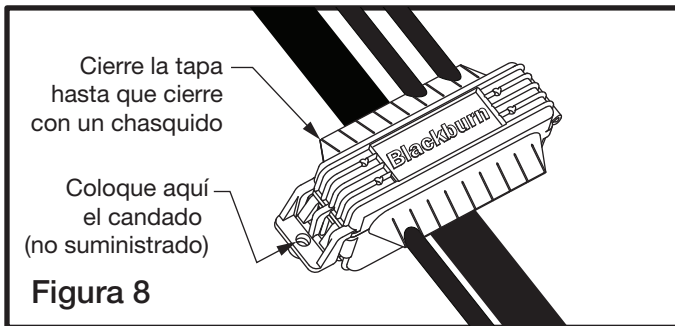

Figura 8
8) Cierre la tapa asegurándose de que los seguros cierren con un chasquido (vea la Figura 8).
9) Si se desea, se puede añadir un candado (no suministrado) a la cubierta del conector (vea la Figura 8).